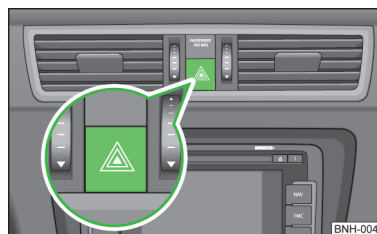

Abb. 22
- Den Schalter \triangle » Abb. 22 drücken, um die Warnblinkanlage ein- bzw. auszuschalten.